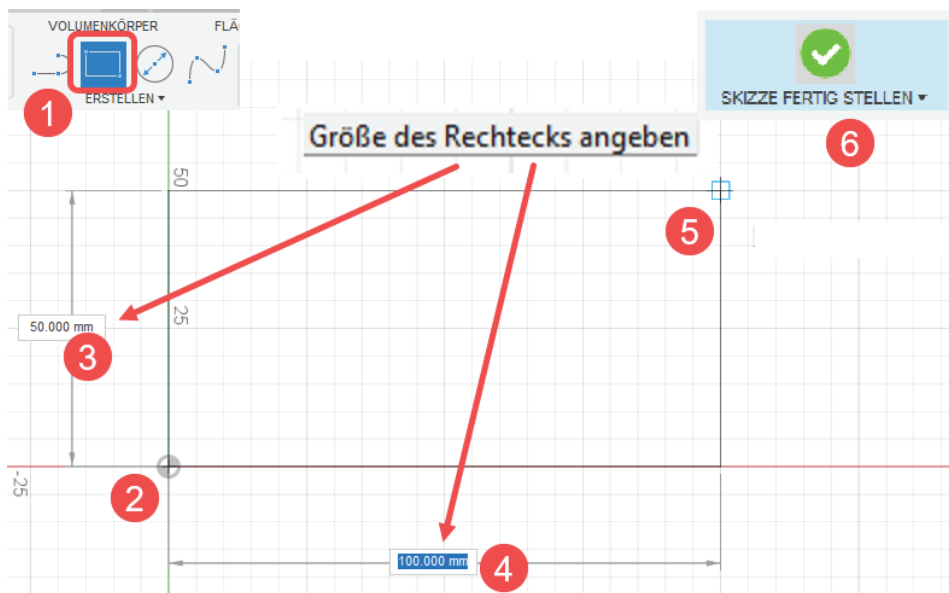

Abb. 1.12: Zeichnen eines Rechtecks
- ❶ Die Skizze beginnen Sie (Abbildung 1.12) mit der RECHTECKFUNKTION  aus der Gruppe ERSTELLEN und
- ❷ positionieren die erste Ecke per Klick auf dem Nullpunkt. Dabei rastet diese Ecke auf dem Nullpunkt ein.
- ❸ Die Größe des Rechtecks können Sie über die Werteeingabe für Höhe (**50 mm**) und
- ❹ für die Breite (**100 mm**) bestimmen. Zwischen den Eingabefeldern können Sie mit **Tab** wechseln. Danach wird das Rechteck auch gleich mit den Maßen in x- und y-Richtung erscheinen und alle Kanten werden schwarz angezeigt. Dies ist das Zeichen dafür, dass die *Skizze* durch *Bemaßungen* und automatisch erkannten *Abhängigkeiten* wie horizontale und vertikale Lage der Kanten sowie Fixierung des ersten Punkts auf den Nullpunkt *vollständig bestimmt* ist.